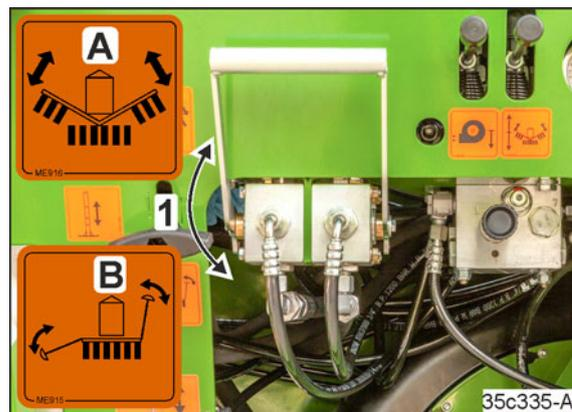

Рис. 278
2. Рычаг клапана (Рис. 278/1) находится в положении А.